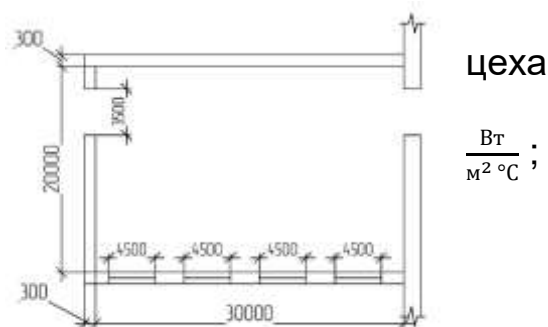

Рис. 1
1) Определить теплотери через наружные стены помещения кузнечного (рис. 1), если высота помещения 10 м, температура внутри цеха $t_b = 16^{\circ}\text{C}$; $K_{нс} = 0,4$ $t_{в.з.} = 20^{\circ}\text{C}$ (температура верхней зоны). Цех находится в г. Курске.